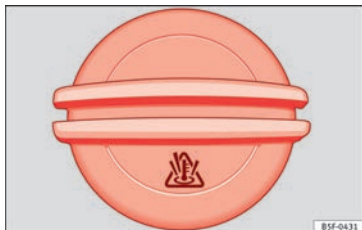

Fig. 171 Dans le compartiment moteur : bouchon du vase d'expansion du liquide de refroidissement.
- Le vase d'expansion du liquide de refroidissement est identifiable grâce au symbole » sur le bouchon » fig. 171.